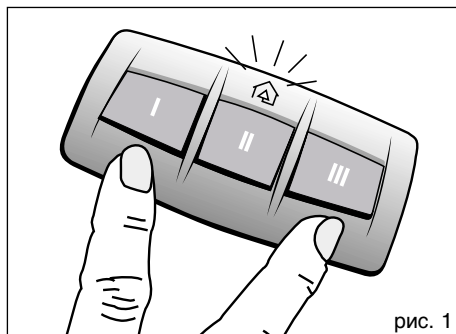

рис. 1
- 1) Нажмите и удерживайте две расположенные снаружи кнопки I и III до тех пор, пока приблизительно через 20 секунд не начнет вспыхивать светодиод (рис. 1).